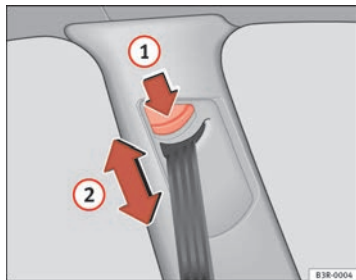

Abb. 16 Gurthöheneinstellung (Umlenkbeschlag)
- Drücken Sie die Taste ⇒ Abb. 16 ① der Gurthöhenverstellung.
- Verschieben Sie den Umlenkbeschlag nach oben bzw. unten, bis der Schultergurtteil ungefähr über die Schultermitte – **keinesfalls über den Hals** – verläuft ⇒ Abb. 16 ②, ⇒ ! in „Gurtbandverlauf“ auf Seite 24.